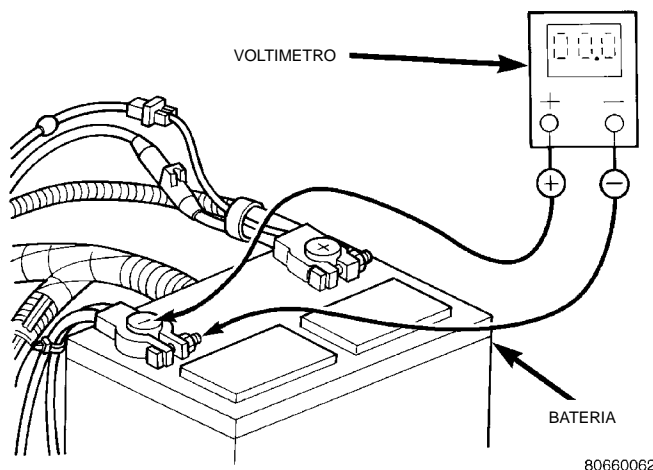

Fig. 11 Prueba de conexión/resistencia negativo de la batería - Característica
(1) Conecte el cable positivo del voltímetro al borne negativo de la batería. Conecte el cable negativo del voltímetro a la abrazadera del cable negativo de la batería (Fig. 11). Gire y mantenga el interruptor de encendido en la posición START. Observe el voltímetro. Si se detecta voltaje, corrija el contacto defectuoso entre la abrazadera y el borne.